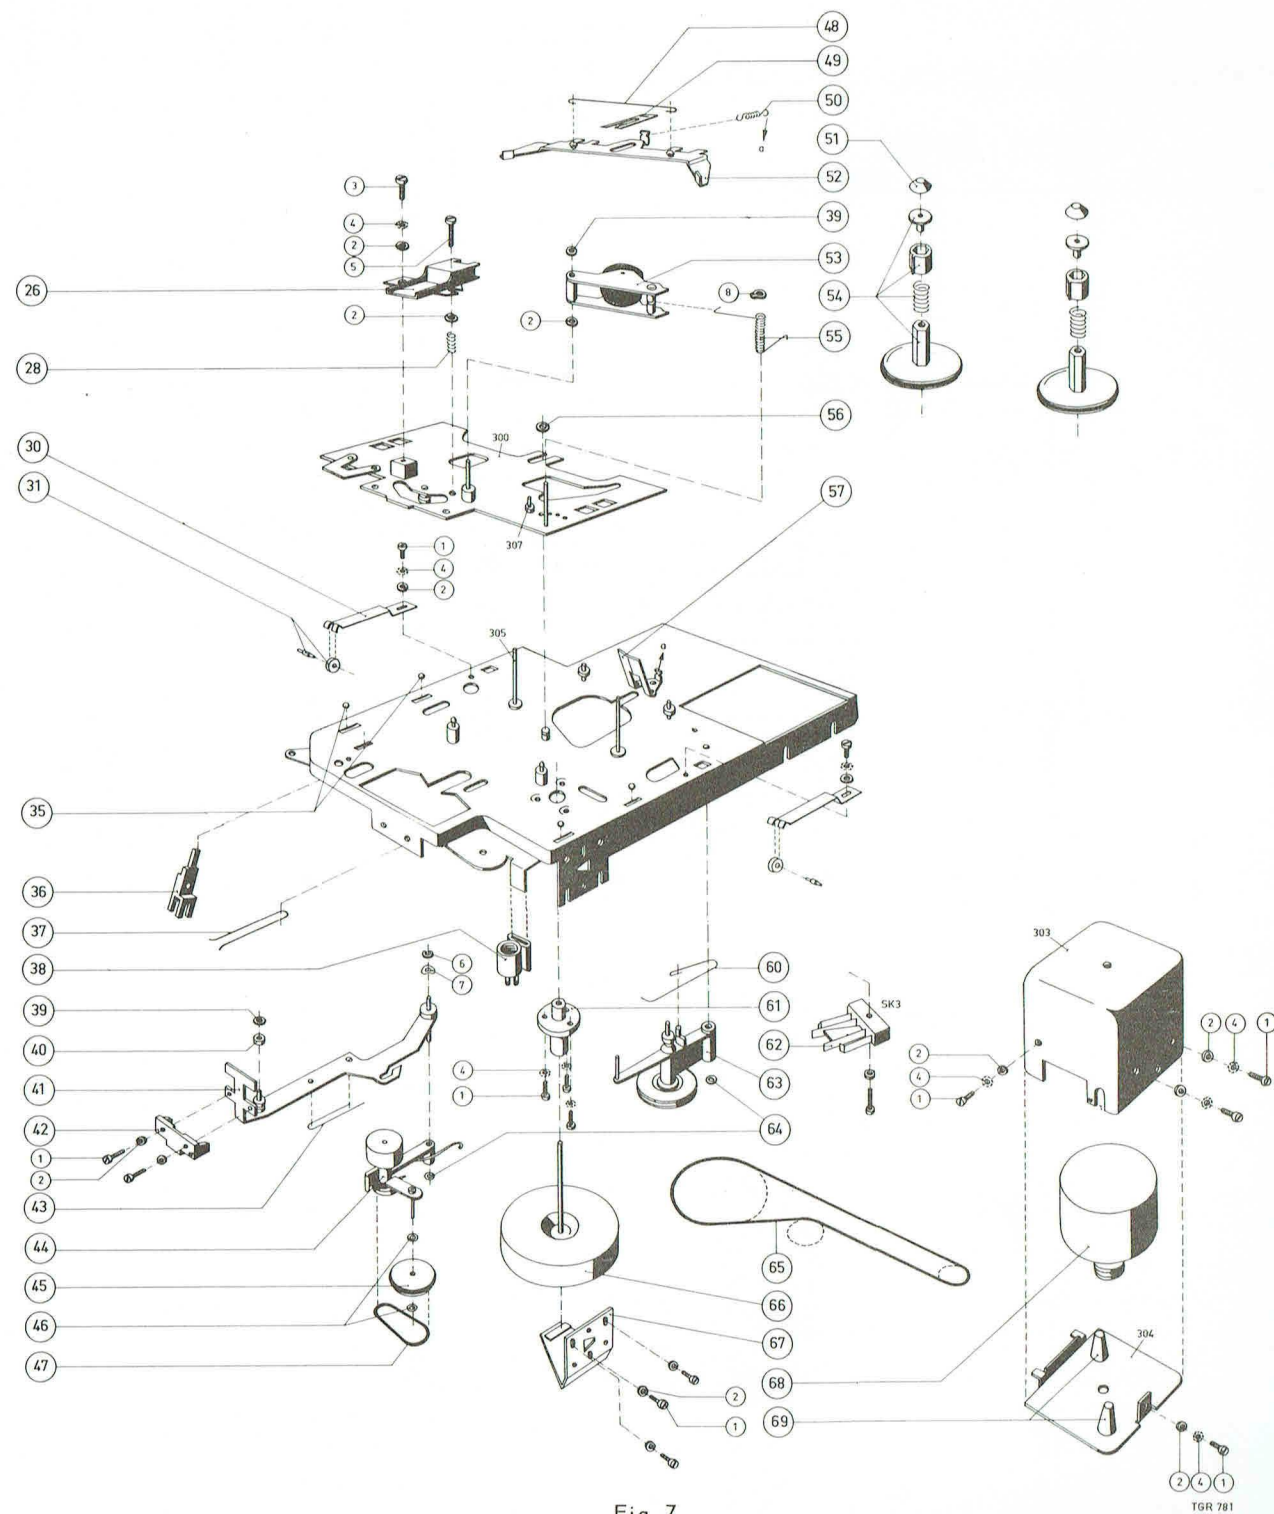

Fig. 7
Remplacement du levier du galet de bobinage, pos. 44, voir figure 7.
- ☐ Retirer l'anneau de serrage en nylon pos. 64 du levier du galet de bobinage pos. 44.
- ☐ Maintenant il est possible de retirer le levier du galet de bobinage en écartant la poulie pos. 45 du volant et en pressant en même temps sur le galet du côté supérieur de l'appareil. D'abord presser le galet quelque peu vers le bas, ensuite le tourner sous le plateau à bobine de gauche, et finalement retirer l'équerre du galet en passant par l'équerre 41.
- ☐ Ajuster à la tension de sortie maximale au moyen de la vis pos. 5, figure 7.